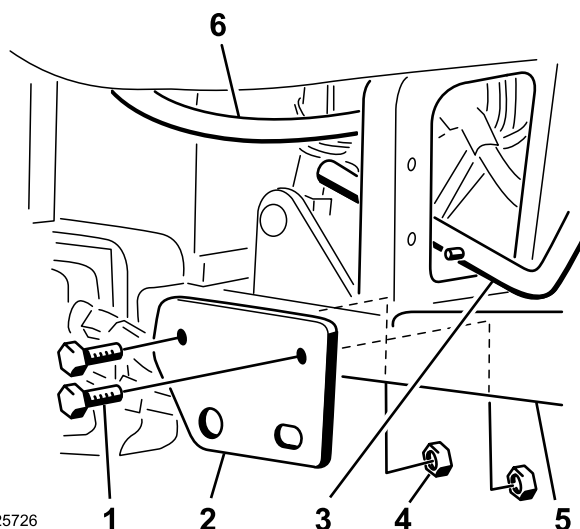

Figura 2
5. Montate la staffa di montaggio del gruppo maniglia di sollevamento arieggiatore sul tubo del poggiatesta destro mediante 2 bulloni (1/2 x 3-1/4 poll.) e 2 dadi di bloccaggio sottili (1/2 poll.), come illustrato in Figura 2.
Nota: Tra il tubo idraulico e il gruppo maniglia di sollevamento vi deve essere uno spazio minimo di 3,17 mm. Posizionate con delicatezza il tubo idraulico, come richiesto (Figura 2).